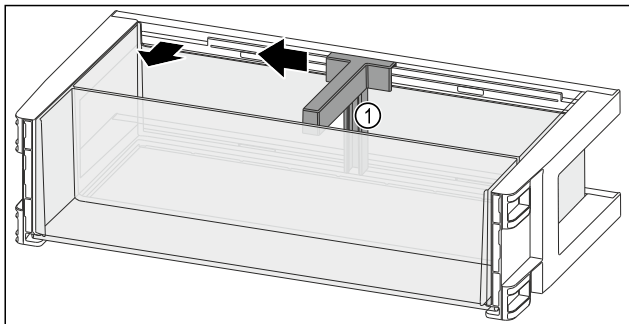

Fig. 113
- Плъзнете преградата за бутилки Fig. 113 (1) настрани до прореза.
- Свалете преградата за бутилки Fig. 113 (1).